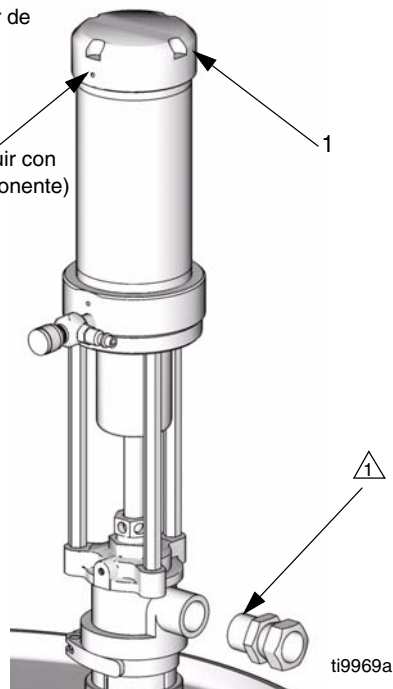
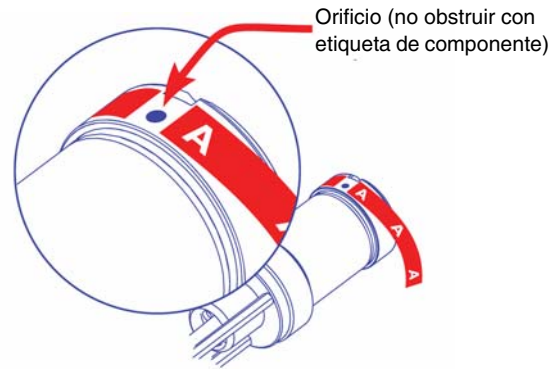

FIG. 5
FIG. 6
2. Aplicar sellante de rosca a la conexión de salida macho (no suministrada) e insértela en el puerto de salida. Vea FIG. 5.
3. Utilizar las etiquetas (70) incluidas para identificar la bomba adecuada para su material. Véase las FIG. 5 y FIG. 6. Al aplicar etiquetas de componentes (70) al capuchón de la bomba (1) asegúrese de no taponar el agujero del mismo.